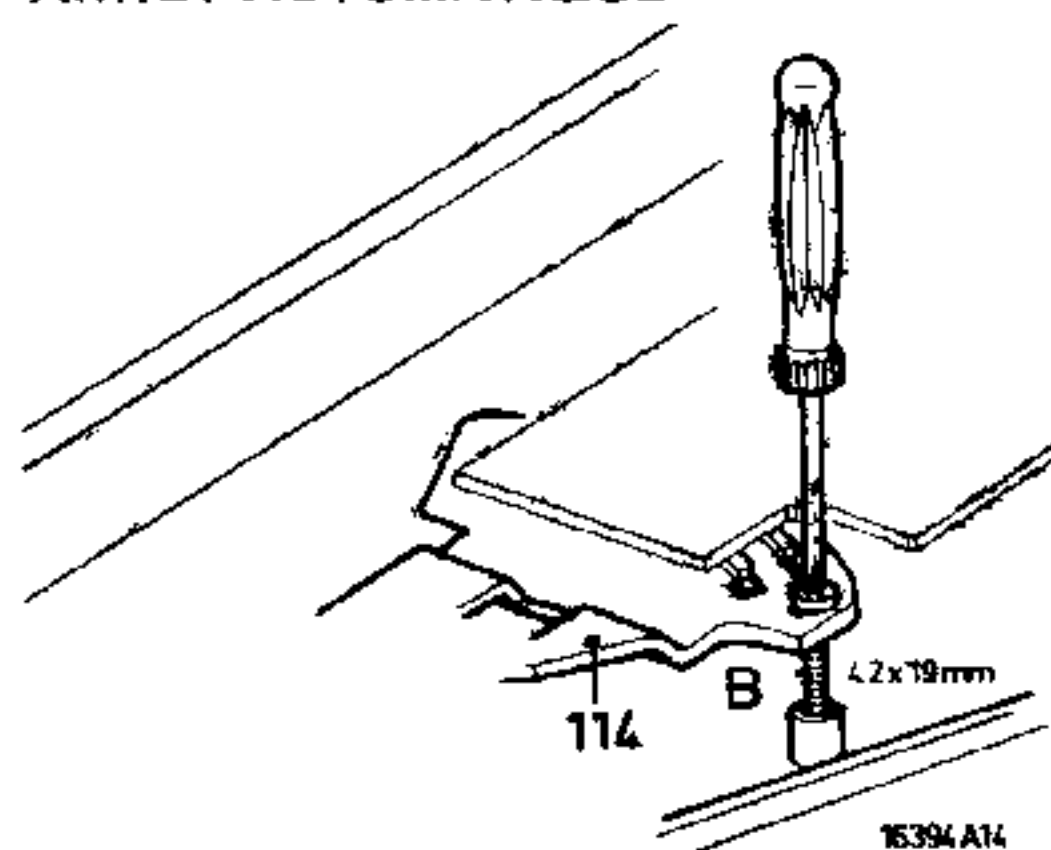

Fig. 7
3. Adjusting the automatic stop (Fig. 7)
3. Instelling automatische afslag (Fig. 7)
3. Einstellung der Arretierungsautomatik (Fig. 7)
3. Réglage de l'arrêt automatique (Fig. 7)
3. Regolazione del fermo automatico (Fig. 7)